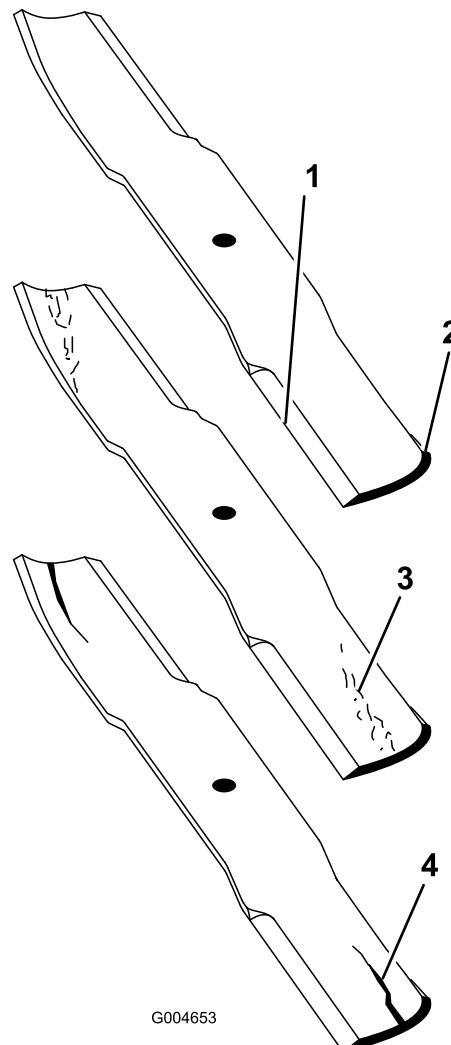

Figura 21
1. Inspeccione los filos de corte (Figura 21). Si los bordes no están afilados o tienen muescas, retire las cuchillas y afílelas. Consulte Afilado de las cuchillas.
2. Inspeccione las cuchillas, especialmente la parte de la vela (Figura 21). Si observa daños, desgaste o la formación de una ranura en esta zona (Figura 21), instale inmediatamente una cuchilla nueva.